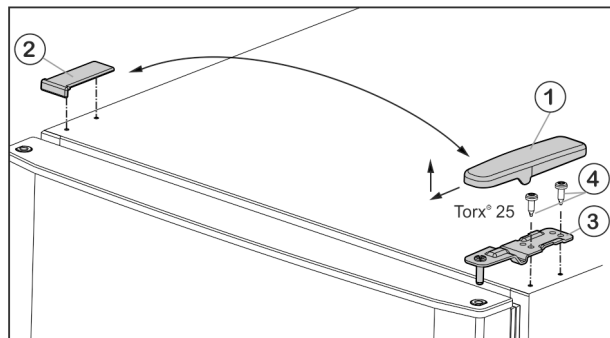

Fig. 5
- Изтеглете покритието Fig. 5 (1) напред и нагоре.
- Свалете покритието Fig. 5 (2).
- Развийте горната лагерна стойка Fig. 5 (3) с (2 x Torx® 25) Fig. 5 (4) и издърпайте нагоре.
- Поставете горната лагерна опора Fig. 5 (3) върху новата страна на шарнира във вратата.
- Затегнете горната лагерна опора **здраво (с 4 Nm)** (2 x Torx® 25) Fig. 5 (4). Евентуално използвайте акумулаторна отвертка.
- Поставете капака Fig. 5 (1) от срещуположната страна отвън и го фиксирайте.
- Поставете капака Fig. 5 (2) също от срещуположната страна отгоре и го фиксирайте.